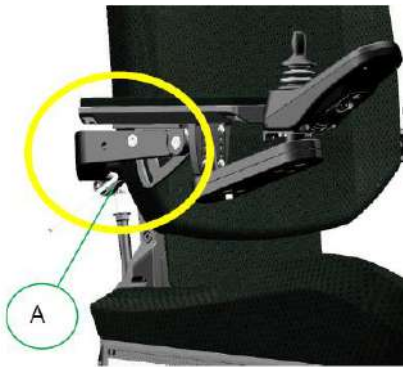

Figura 11-22
- Paso 10: Coloque la cubierta del respaldo en su estructura. (Figura 11-22)
- Paso 1: Retire, usando una llave Allen de 5 mm, los tornillos de bloqueo (A) a ambos lados del reposabrazos. (Figura 11-22).